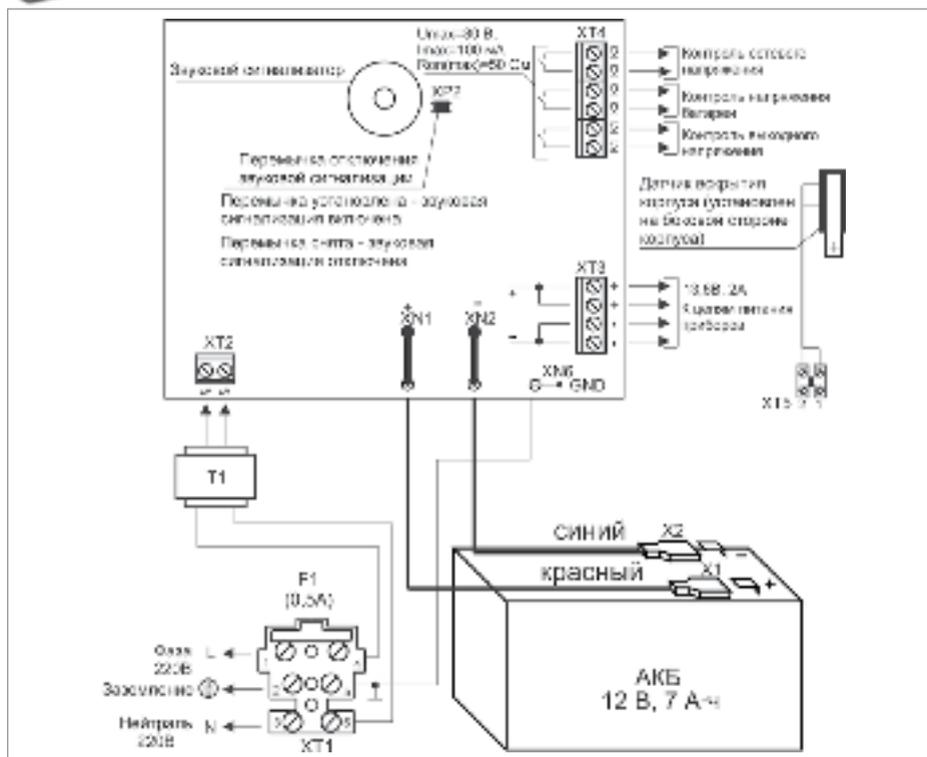

Рисунок 1. Схема подключения РИП-12 исп.12 (РИП-12-2/7М1-Р)
1.5. Схемы подключения РИП-12 исп.12 (РИП-12-2/7М1-Р) и РИП-12 исп.14 (РИП-12-2/7П2-Р) приведены на рис. 1 и 2 соответственно.
- 1.13. Проверьте правильность произведённого монтажа в соответствии со схемой подключения (рис. 1 и 2).
- 2.10. Отключите аккумуляторную батарею от платы РИП, отсоединив контакты Х1, Х2 от клемм АКБ (см. рис. 1 и 2).